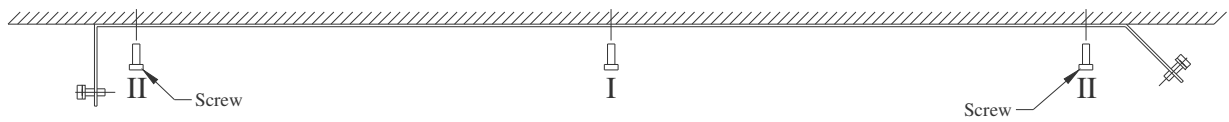

Fig. 5
4. **Takskinnen monteres til taket (Skrue 1) se fig. 5 side 5.**